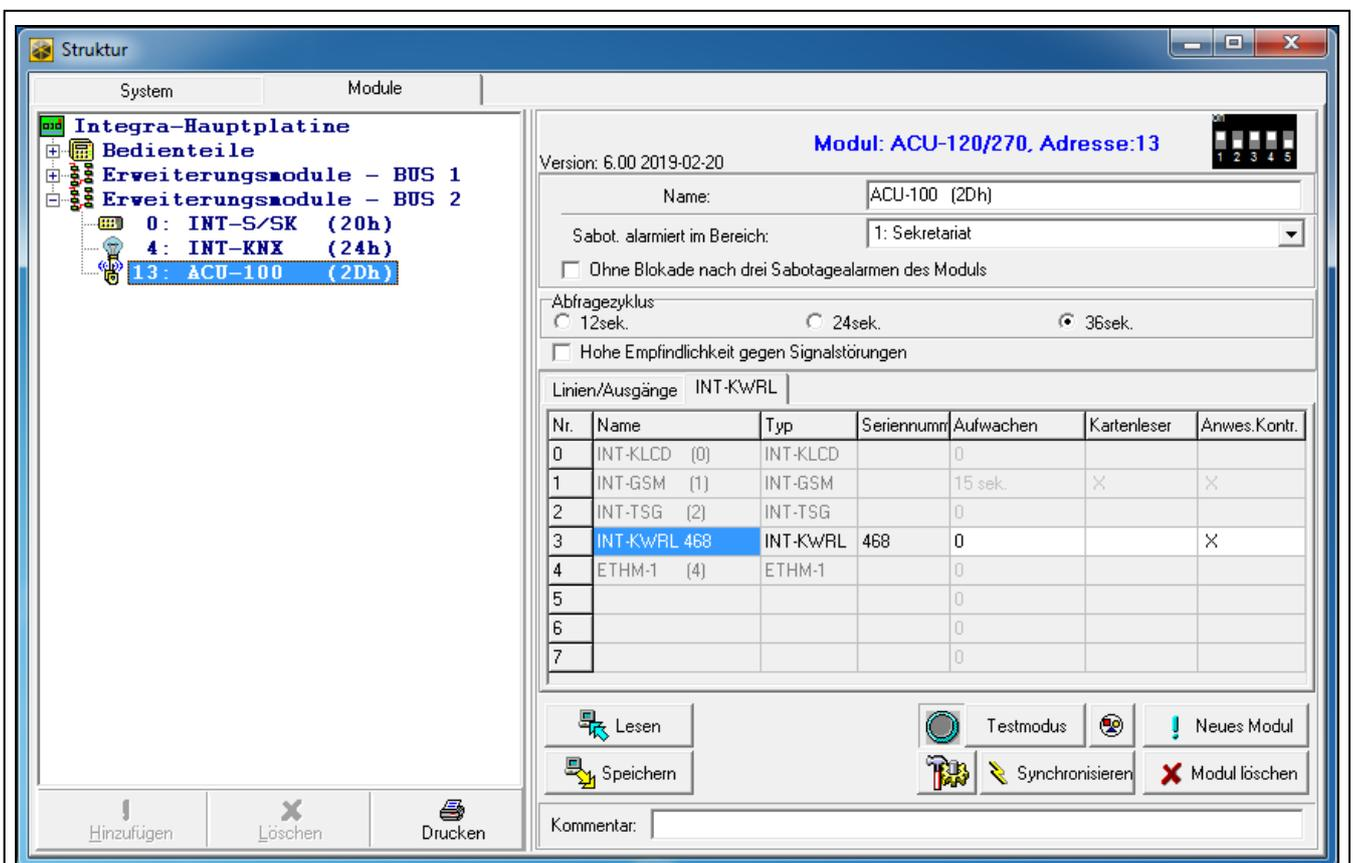

Abb. 4. Programm DLOADX: im ABAX 2 / ABAX Funkbasismodul gespeicherte Einstellungen des Bedienteils.
Um das Funk-Bedienteil hinzuzufügen, öffnen Sie das Fenster „Struktur“, die Registerkarte „Module“, danach klicken Sie in der Liste von Geräten auf den Namen des ABAX 2 / ABAX Funkbasiomoduls und dann auf die Registerkarte „INT-KWRL“ (siehe: Abb. 4 S. 7).
Um das Funk-Bedienteil zu entfernen, öffnen Sie das Fenster „Struktur“, die Registerkarte „Module“ und klicken Sie in der Liste der Geräte auf den Namen des ABAX 2 / ABAX Funkbasismoduls und dann auf die Registerkarte „INT-KWRL“ (siehe: Abb. 4 S. 7).
- Programm DLOADX: → Fenster „Struktur“ → Registerkarte „Module“ → Zweig „Erweiterungsmodule“ → [Name des Funkbasismoduls] → Registerkarte „INT-KWRL“ (siehe: Abb. 4),